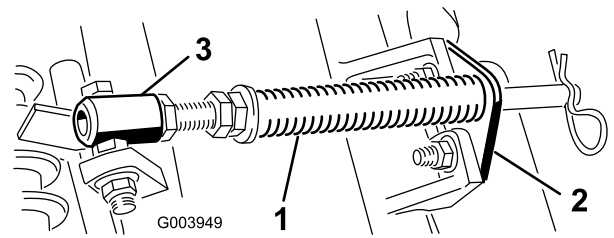

图 4
- A. 拆下把杆支架固定到滚刀组凸耳上的 2 个车身螺栓和螺母图 4。
B. 拆下将弹簧套管栓固定到承载架凸耳(图 4)上的凸缘螺母拆下组件。
**注意** 将螺栓头朝向凸耳外侧如图 4 所示。